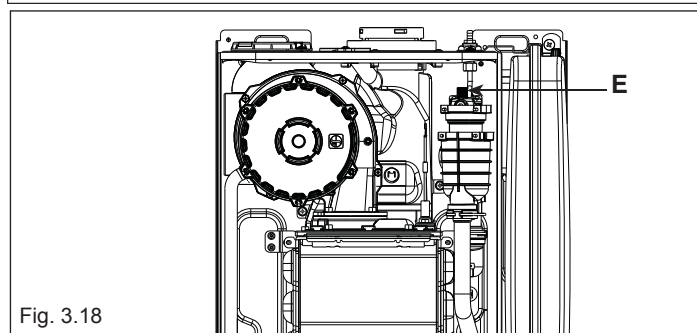

Fig. 3.18
- aprire il rubinetto di riempimento (C) fino a che la pressione indicata sull'idrometro sia compresa tra 1 bar e 1,5 bar (fig. 3.18)